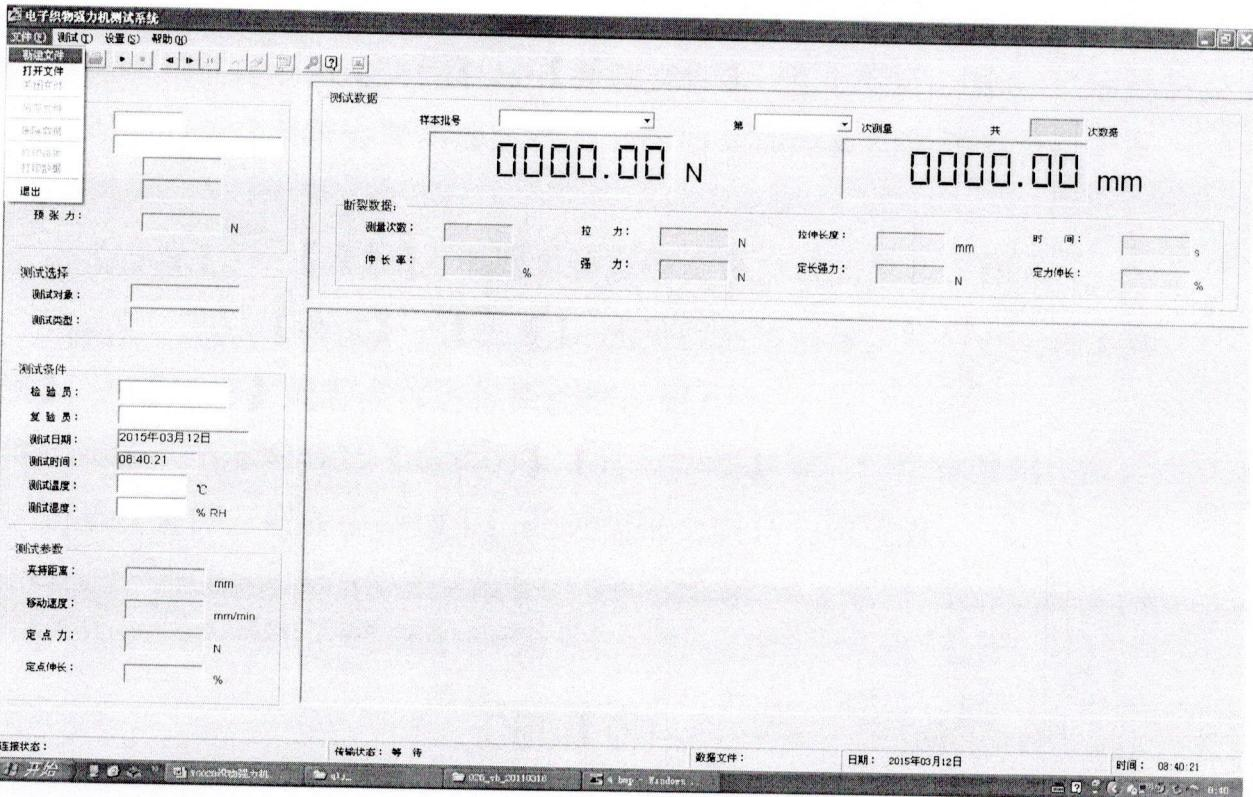

图 6.1
- 2、 打开电脑软件，点击【文件】----【新建文件】，建立实验，图 6.1；通讯连接正常的话，系统会提示连接状态并给出当前连接的传感器量程，图 6.2；